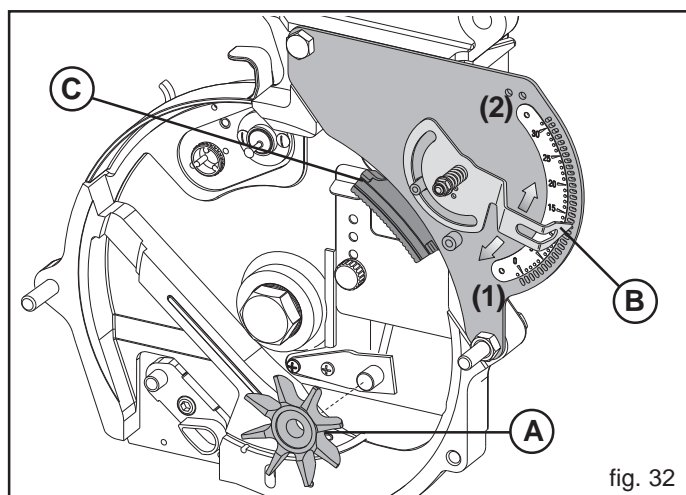

fig. 32
La Empresa Fabricante suministra el agitador de semillas (desmontado) para un distribuidor individual (A, Fig. 32).
Desplazando el indicador (B, Fig. 32) se controla un cursor (C, Fig. 32) que roza el disco en proximidad de los agujeros, provocando la caída de las semillas en exceso.
El selector se regula tras cada cambio de semilla y disco, hacia los números bajos para las semillas pequeñas (1, Fig. 32) viceversa para las semillas gruesas (2).
IMPORTANTE: el selector no regula la capacidad del flujo de aire en el distribuidor; sustituya el cursor (C, Fig. 32) cuando se cambia el tipo de siembra (una hilera, dos hileras o tres hileras).